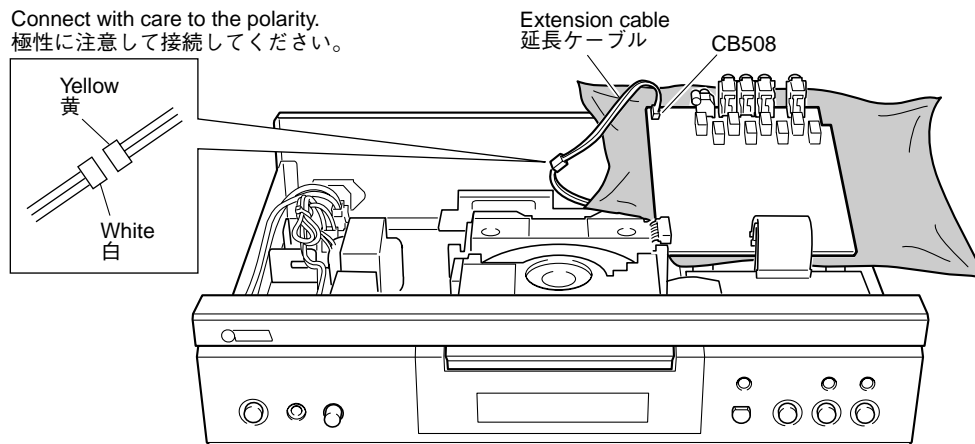

Fig. 13
Set the AUDIO P.C.B. upright with its rear panel side upward. (Fig. 13)
- Disconnect the cable connected to the AUDIO P.C.B. and then reconnect it via the following extension cable for servicing. (Fig. 13)
AUDIO P.C.B.のリアパネル側を上にして立てます。(Fig. 13)
- AUDIO P.C.B.に接続されているコネクタを一旦外し、下記のサービス用延長ケーブルを介して再度接続します。(Fig. 13)
- Replace the cables connected to the SACD P.C.B. and MODULE P.C.B. with the following extension cables for servicing. (Fig. 13)
- SACD P.C.B.およびMODULE P.C.B.に接続されているケーブルを下記のサービス用延長ケーブルに交換します。(Fig. 13)